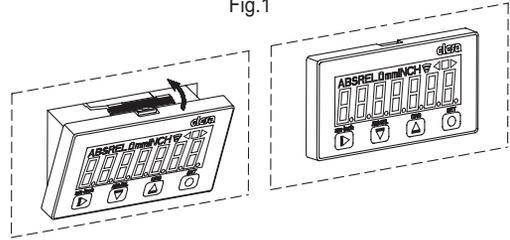

Fig.3
- Dévissez la vis autotaraudeuse en acier INOX AISI 304 à six pans creux avec un outil TORX®T06 et enlever la plaquette de fermeture (Fig.3).